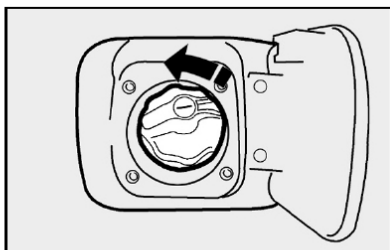

fig. 123
- segure a tampa e gire a chave no sentido anti-horário; prossiga girando a tampa **fig. 123** até o seu completo desalojamento;